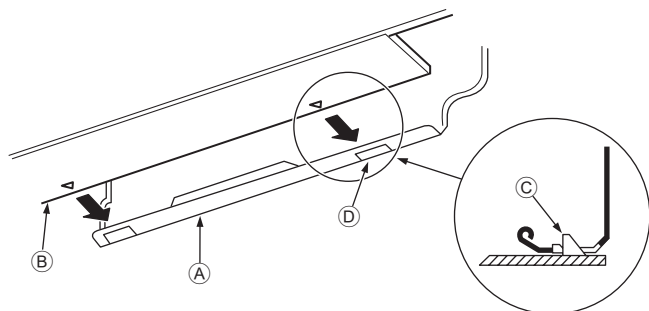

Fig. 3-10
3. Terwijl u de koelleiding en de afvoerleiding in het gat in de muur steekt, hangt u de bovenzijde van de binnenunit aan de ophangplaat (1).
5. Duw vervolgens het onderste gedeelte van de binnenunit op de ophangplaat (1) om het apparaat te bevestigen. (Fig. 3-10)
- \* Controleer of de knoppen aan de onderzijde van de binnenunit stevig in de ophangplaat (1) zijn bevestigd.